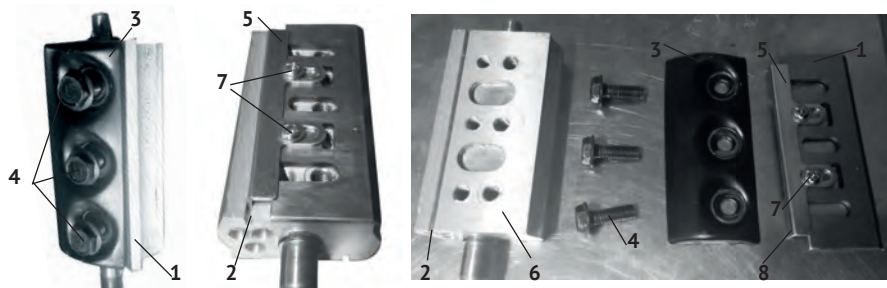

рис.2
- зафиксировать барабан (рис.2 поз.6), чтобы он не проворачивался;
- открутив три винта крепления (рис.2 поз.4) накидным ключом (из комплекта поставки), снять прижимную пластину (рис.2 поз.3);
- извлечь из паза барабана (рис.2 поз.2) регулировочную пластину (рис.2 поз.3), с закреплённой на ней двумя винтами (рис.2 поз.7) ножом (рис.2 поз.1);
- отвинтив винты регулировочной пластины (рис.2 поз.7), снять нож (для заточки или замены);
- вставить бортник регулировочной пластины, с закреплённым на ней ножом в паз барабана, как показано на рис.2);